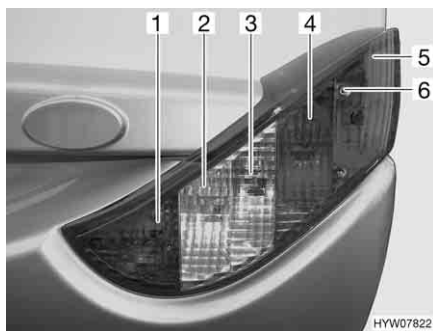

Fig. 171 Luci posteriori (lato anteriore)
- Svitare le tre viti ad esagono cavo (Fig. 171,6).